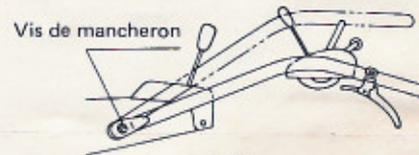

Fig. 21
**(9) Réglage du mancheron (fig. 21)**